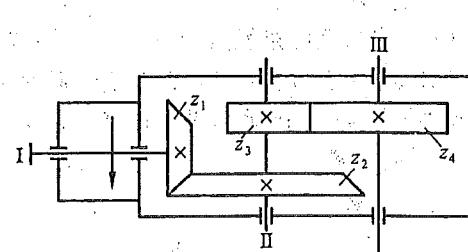

图 11-5
11-8 图 11-5 所示为一对锥齿轮与一对斜齿圆柱齿轮组成的二级减速器。已知:斜齿轮 $m_n = 2 \text{ mm}$, $z_3 = 25$, $z_4 = 53$, II 轴转矩 $T_2 = 1210 \text{ N}\cdot\text{mm}$ 。
(2)如使 II 轴轴向力有所抵消,试确定 z_3, z_4 的螺旋线旋向(在图 11-5 上表示),并计算 F_{sd} 的大小,其方向在图 11-5 上标出。